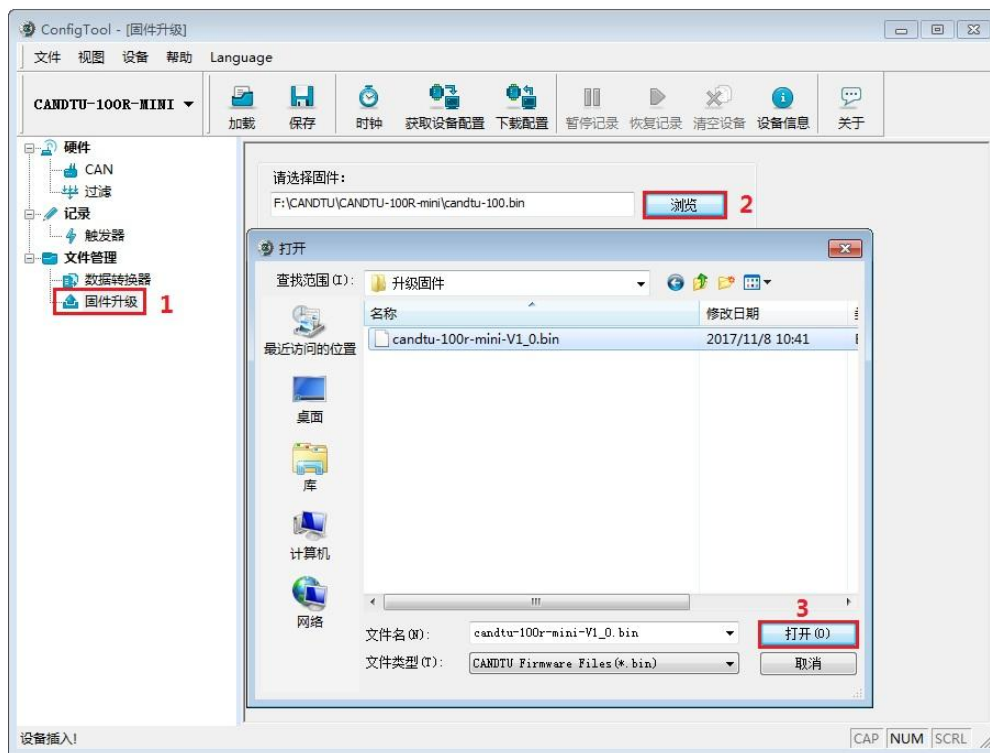

图 6.3 选择固件
- 2) 在配置工具左边的选项栏中选择“固件升级”，在配置工具的主界面中选择“浏览”，找到需要升级的固件并打开，如图 6.3 所示。